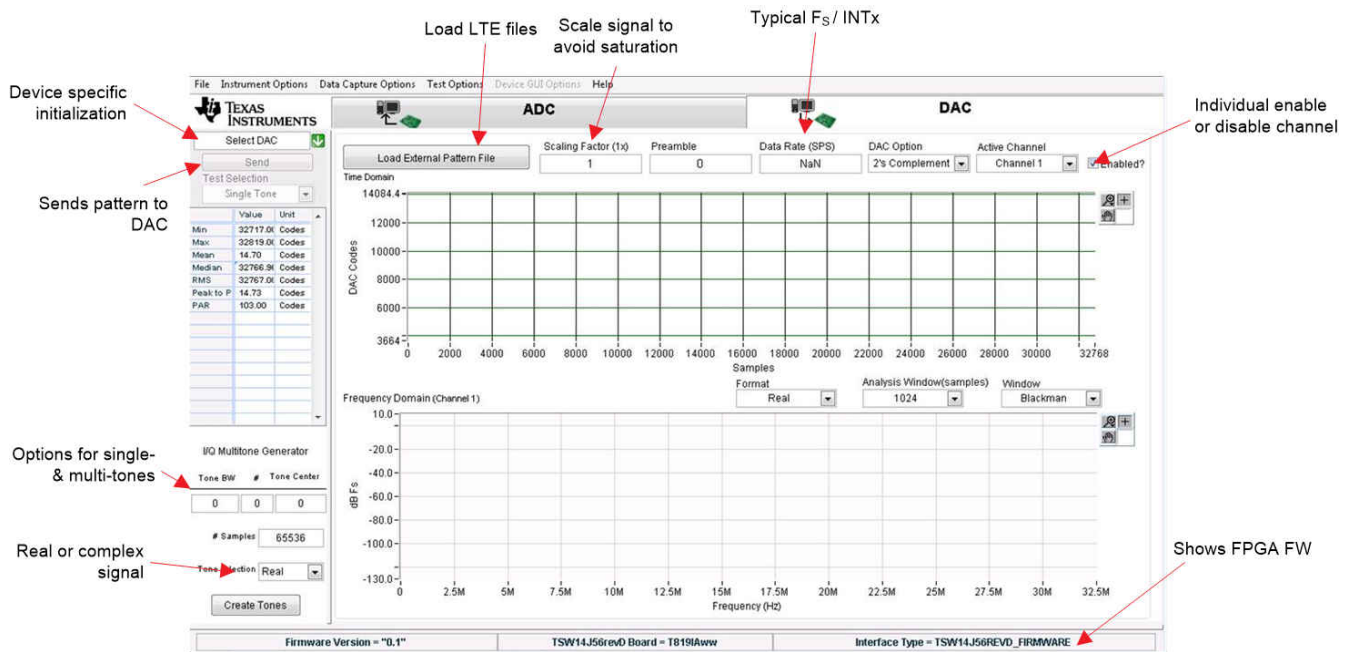

图 7-1. HSDC Pro DAC 选项卡概览
1. 点击 HSDC Pro “DAC” 选项卡。图 7-1 简要描述了 “DAC” 选项卡。